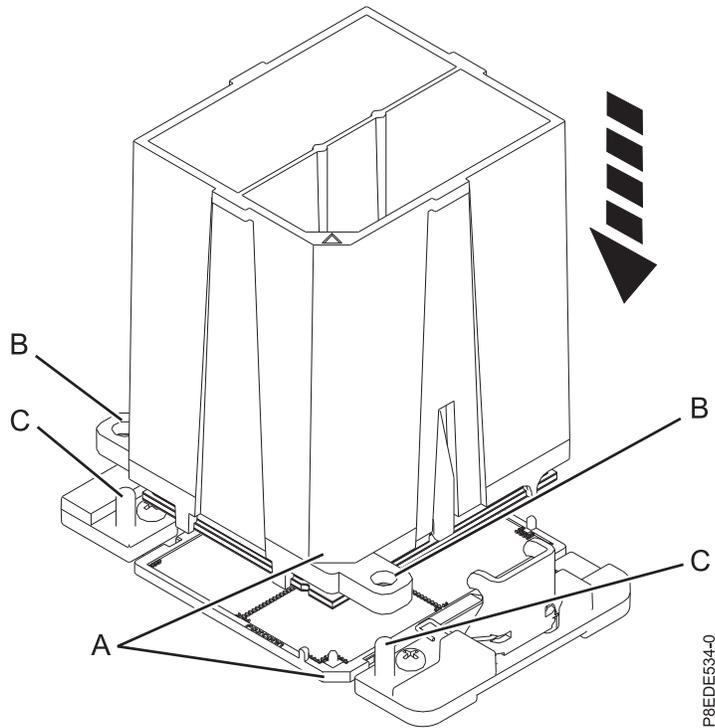

Figure 191. Installation du module processeur système
- b. Abaissez l'outil et le module processeur système sur le support. Alignez l'angle biseauté (A) de l'outil avec l'angle biseauté du support. Assurez-vous que les deux broches de guidage (C) s'insèrent dans les trous d'alignement (B) de chaque côté de l'outil. Prenez soin d'abaisser l'outil uniformément sans l'incliner. Voir figure 191, à la page 170.